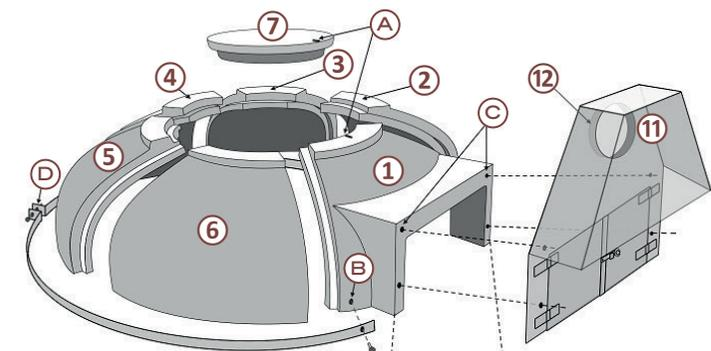

Figure 1
Étape 2 : Sur une dalle en béton armé ⑩ de dimensions L186xP161x20 cm minimum (L166xP151x20 pour une isolation avec béton de vermiculite) sèche de plus de 28 jours, réaliser un lit de **mortier maigre** au ciment standard de 2 à 3 cm d'épaisseur ⑨. Sur celui-ci disposer les 22 pièces de la sole ⑧ préalablement humidifiées comme indiqué en Fig. 1, sans joint et en assurant une bonne planéité de la surface supérieure. Retirer le **mortier maigre** superflu du pourtour de la sole. **Attendre 24 à 48h que la sole soit sèche avant de continuer.**
Étape 3 : Disposer l'élément frontal ① comme indiqué, mettre en place, dans l'ordre, les éléments ②, ③, ④, ⑤ et ⑥ sans faire de joint dessous ou entre ces 6 éléments. Poser l'élément ⑦ sans joint en centrant le repère A au centre de la pièce ①. Fixer ensuite le cerclage métallique à la base de l'élément ① avec les boulons B et serrez-les en D de façon à ce que les éléments de côtés du four se mettent parfaitement en place les uns contre les autres.
Étape 5 : Installer la façade-avaloir ⑪ avec les quatre boulons comme indiqué C sans trop serrer les boulons (serrer à fond à la clef puis dévisser d'un demi-tour).
Étape 6 : Réaliser le conduit de fumée en tube inox de 200 mm à raccorder sur l'emplacement ⑫ prévu à cet effet, puis faire un joint au mastic réfractaire.
Étape 7 : Entourer l'ensemble du four d'une rouleau souple de laine de roche/céramique de 10 cm ou de fibre isolante EPHREM vendue en option. Recouvrir de sable sec de granulométrie 0/4 ou de béton de vermiculite jusqu'à atteindre 20 cm minimum au-dessus de la coupole ⑬.